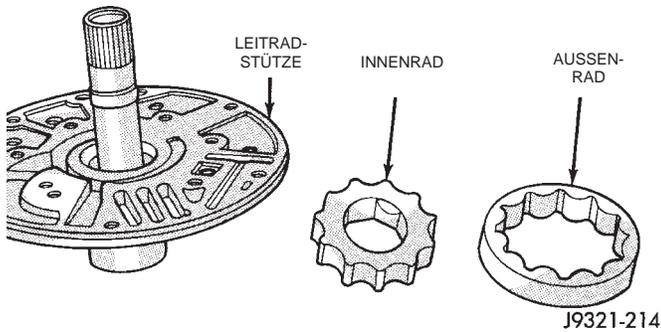

Abb. 121 Pumpenräder ausbauen
- (5) Innen- und Außenrad von der Leitradstütze abnehmen (Abb. 121).